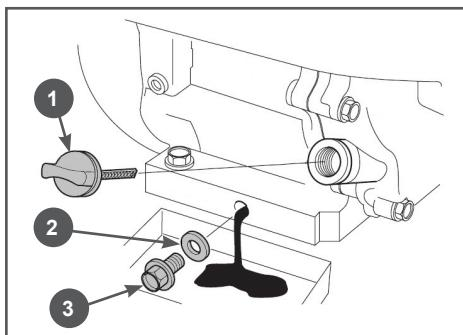

Рис. 13 Замена моторного масла
3. Открутите пробку для слива масла (Рис. 13) и спейте отработанное масло в подготовленную для этого емкость.